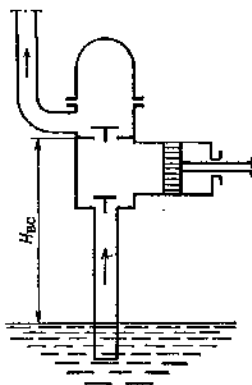

Рис. 2
25. Поршневой насос (рис. 2) установлен на заводе, расположенном на высоте 300 м над уровнем моря. Общая потеря высоты всасывания составляет $5,5 \text{ м вод. ст.}$ Геометрическая высота всасывания $3,6 \text{ м}$. При какой максимальной температуре воды ещё возможно всасывание?